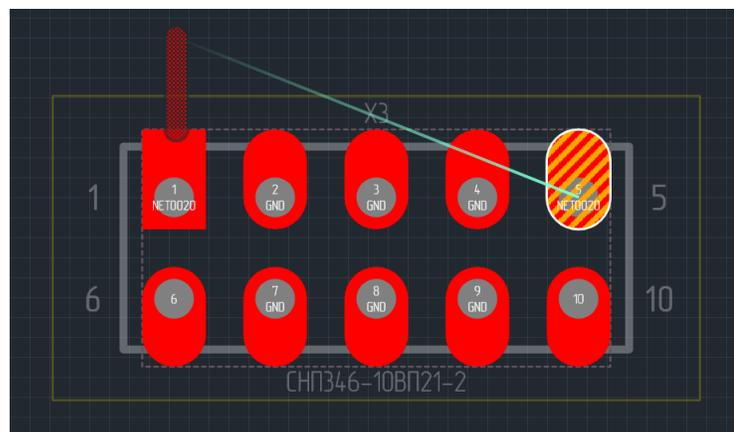

Рис. 236 Отображение возможного вида участка трека
1. Выберите точку для начала размещения трека и нажмите левую кнопку мыши, переместите в заданную точку, через которую нужно проложить трек. В этот момент на экране отображается возможный вид трека, предлагаемый автоматическим трассировщиком, см. Рис. 236.